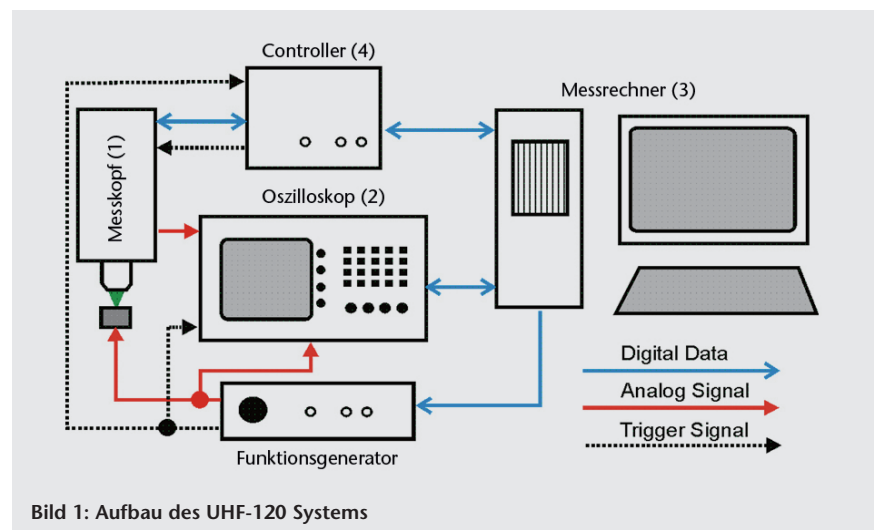

Bild 1: Aufbau des UHF-120 Systems
Im UHF-120 Gesamtsystem (Bild 1) ist neben dem Messkopf (1), dem Messrechner (3) und dem Oszilloskop (2) auch ein Controller (4) als Schnittstelle zwischen dem Messrechner und dem